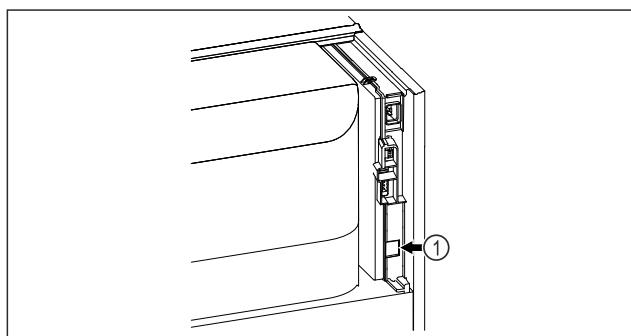

Fig. 73
- SmartModule Fig. 73 (1) ir ievietots.